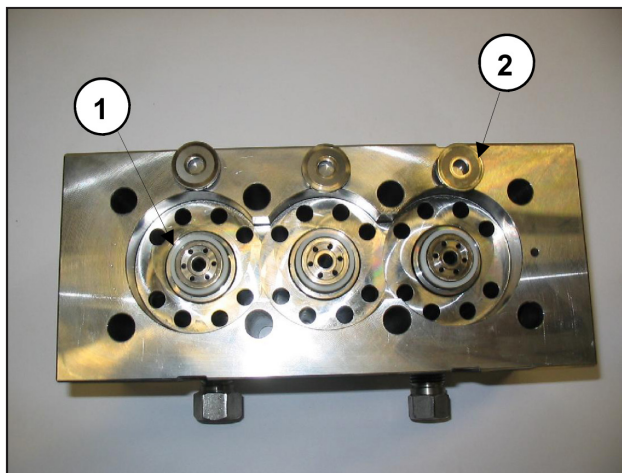

Рис. 23
В ходе демонтажа рубашек следите за тем, чтобы не потерять гнезда клапанов ① и плоские клапаны ②, как указано на Рис. 23, так как они просто прижаты и могут выпасть.